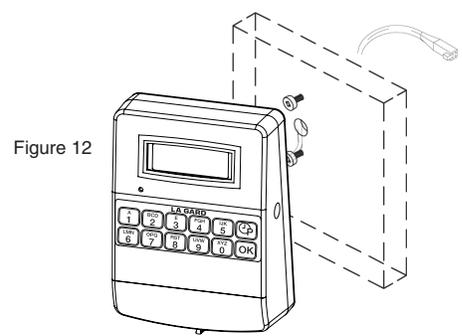

Figure 12
3. Faites passer le câble du dispositif d'entrée dans l'alésage de tige/câble par l'avant de la porte du coffre-fort (figure 12).